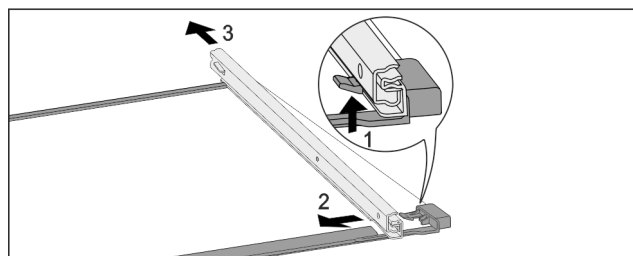

Fig. 157 Sklenená doska s koľajničkami
- ▶ Potlačte predný západkový hák nahor. Fig. 157 (1)
- ▶ Odsuňte vyťahovaciu koľajničku do strany Fig. 157 (2) a dozadu Fig. 157 (3).